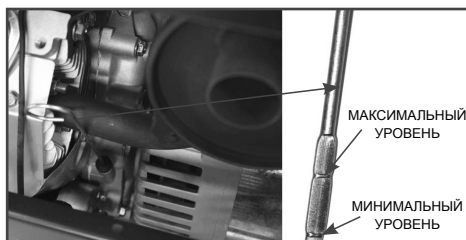

Рис. 7 Проверка уровня масла в картере
При запуске нового двигателя первая замена масла производится через 5 часов работы двигателя. Вторая замена масла через 25 часов работы двигателя. Все последующие замены масла производятся через каждые 50 часов работы двигателя. Для заправки моторного масла необходимо проверить уровень масла в картере (Рис.7).
1. Снимите пробку маслоналивного отверстия в крышке клапанов (Рис.8). Извлеките и протрите щуп уровня масла (Рис.7) чистой тряпкой.